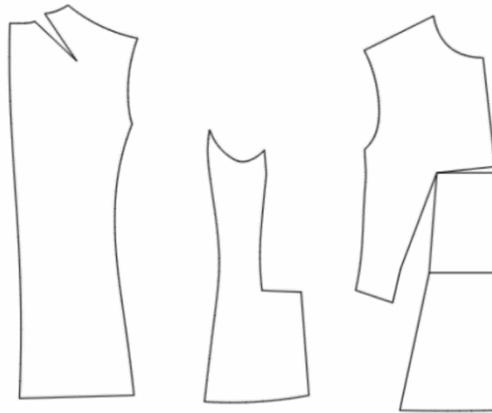

图 5-3-9 女西装衣身裁片
(9) 用“ (转省)”工具将前片侧省转移，与前胸省合并；用“ (剪断线)”和“ (橡皮擦)”工具删除不必要线条，完成女西装衣身裁片分解，如图 5-3-9 所示。